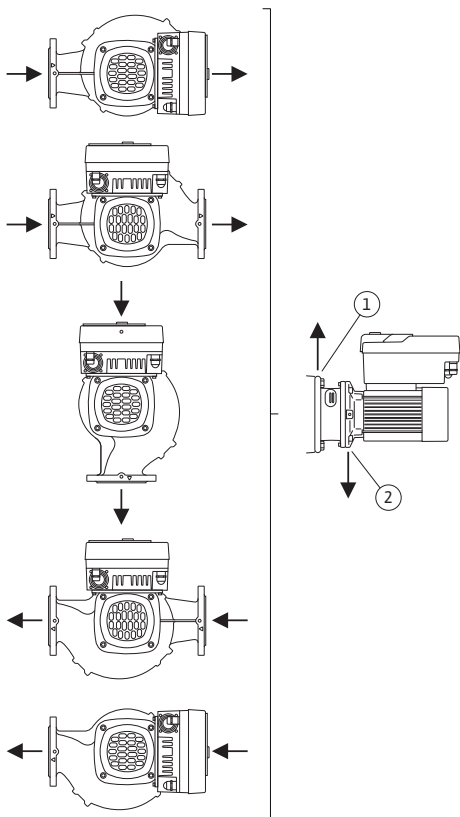

Fig. 8: Lubatud paigaldusasendid horisontaalse mootorivõlliga
Horisontaalse mootorivõlli ja elektroonikamooduliga ülespoole (0°) lubatud paigaldusasendid on kujutatud joonisel Fig. 8.
Pumba õhueleemaldus on optimaalselt tagatud üksnes siis, kui õhueleemaldusklapp näitab üles (Fig. 8, pos 1).
Selles asendis (0°) saab tekkiva kondensaadi puuraukude, pumba distantsääriku ja mootori (Fig. 8, pos 2) kaudu sihipäraselt ära juhtida.